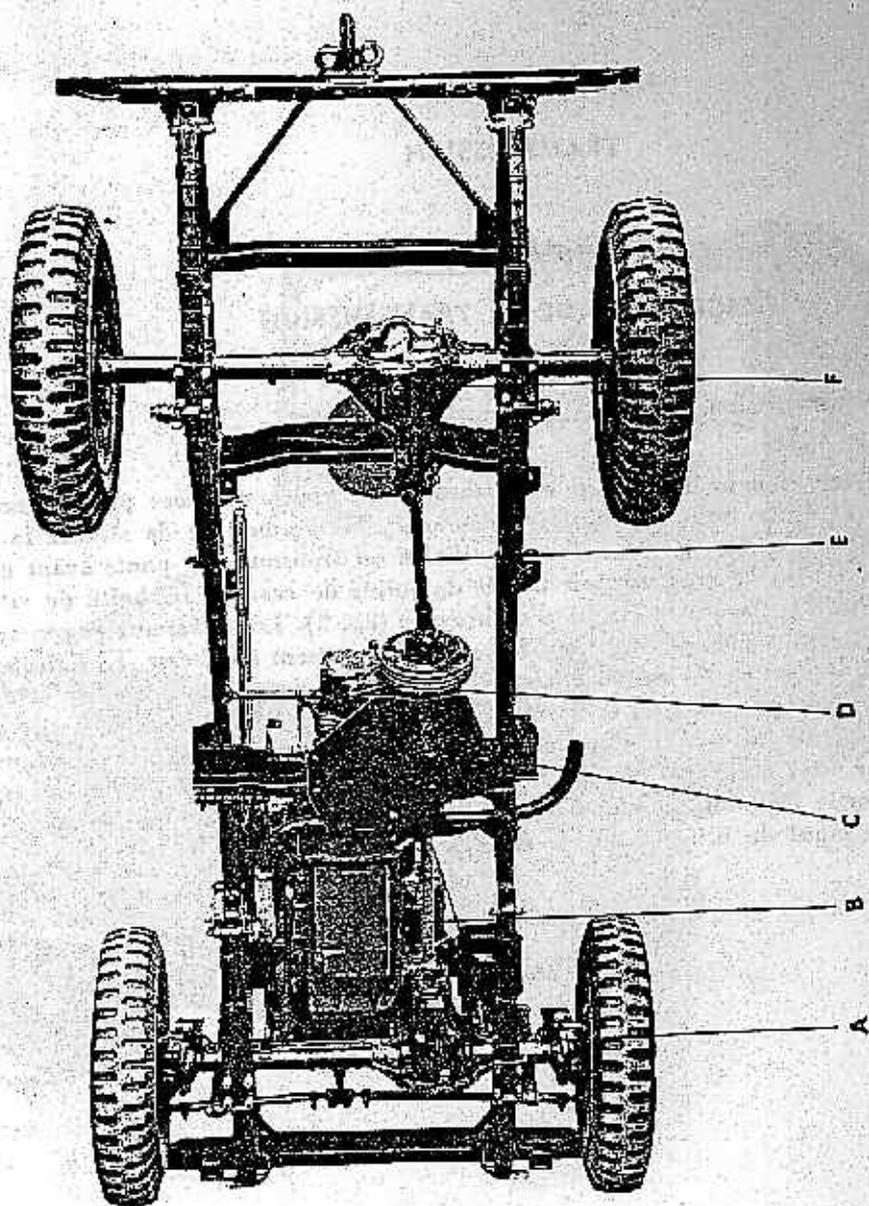
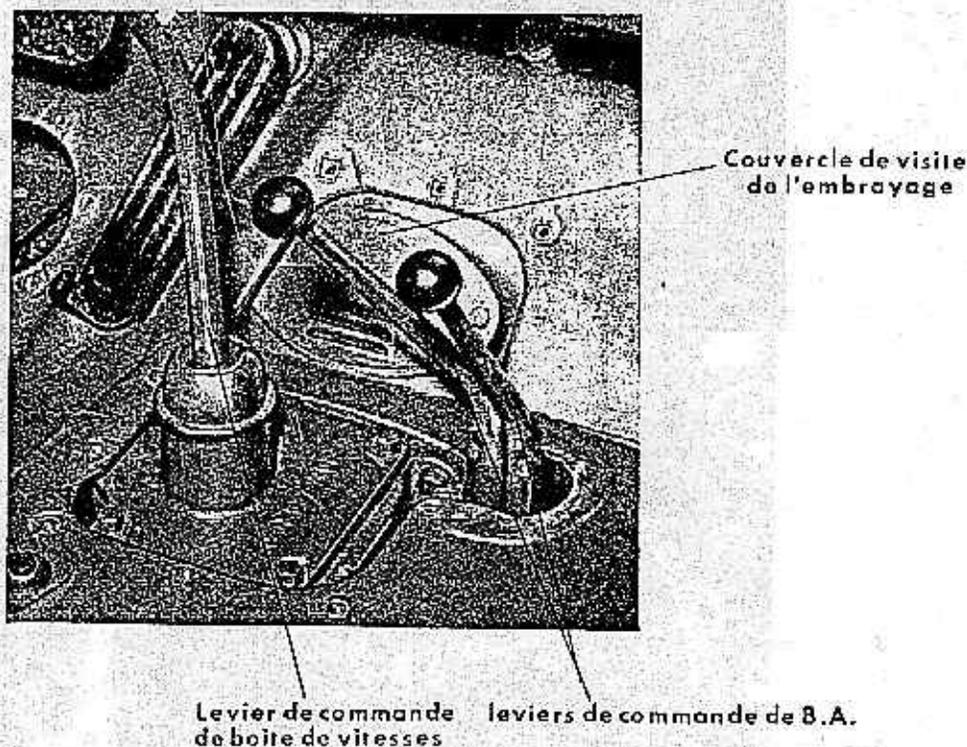

FIGURE 2. — Transmission en place sur le châssis
FIGURE 5. — Leviers des boîte de vitesses et boîte auxiliaire.
A. — Le mouvement venant du moteur est transmis aux roues motrices par l'intermédiaire d'une boîte de vitesses et d'une boîte auxiliaire, chacune d'elles permettant de choisir la démultiplication voulue. Le mouvement venant de la boîte auxiliaire est transmis aux ponts avant et arrière par l'intermédiaire des arbres de transmission munis de joints de cardan. La boîte de vitesses est située en arrière du moteur et fixée à la cloche d'embrayage (fig. 2). Les différents engrenages de la boîte de vitesse (par. 4) sont commandés par un levier de changement de vitesse. La boîte auxiliaire est montée directement sur la partie postérieure de la boîte de vitesses. L'arbre de sortie de la boîte de vitesses va de l'arrière de la boîte dans les cannelures de l'arbre de prise directe de la boîte auxiliaire. La boîte auxiliaire est munie de deux leviers, un qui sert à choisir la démultiplication et l'autre à engager ou à désengager le pont avant (fig. 5). Un tambour de frein à main est monté sur l'arbre de sortie de pont arrière. Chacun des ponts est du type à flottement intégral à couple conique hypoïde muni du différentiel classique.
A. — Dépose du couvercle de plancher et du levier de changement de vitesse (fig. 5).